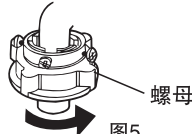

图5
4. 按图示要求旋紧紧固螺母，如图5。
如果水龙头靠墙，可以将靠墙一面的螺钉事先旋到大致合适的位置，再将进水管接头套到水龙头上，用螺丝刀将其余三个螺钉拧紧，确认紧固可靠后，按上图5、6旋紧紧固螺母。